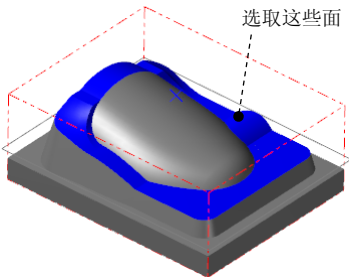

图 17.22 选取加工曲面
(1) 选取加工曲面。在图形区中选择图 17.22 所示的面 (共 18 个), 单击 Enter 键, 系统弹出“刀具路径的曲面选取”对话框。